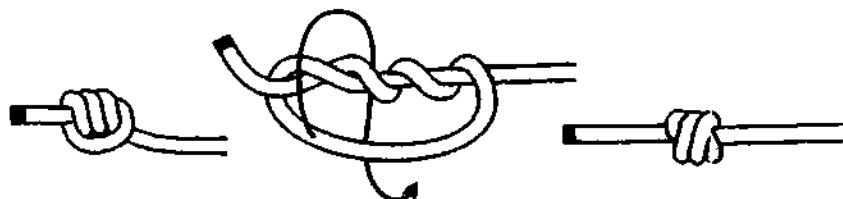
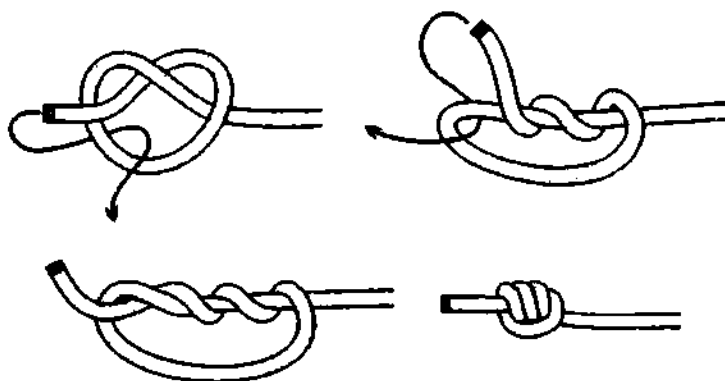

Рис. 77. Превращение одного вида **кровавого узла** в другой.
Рис. 80. 1-й способ вязки *коровавого узла*.
Форма **кровавого узла** бывает двух видов (рис. 76 А). Вяжутся они разными способами (рис. 80, 81). С виду узлы, завязанные 1-м и 2-м способами, совершенно не похожи друг на друга и воспринимаются как совершенно разные узлы, но на самом деле это один и тот же узел. Чтобы убедиться в этом, достаточно расправить, к примеру, **тройной простой узел**, завязанный 1-м способом (рис. 77). В итоге получится **тройной простой узел**, завязанный 2-м способом. Узел деформируется, но его деформация на крепость никак не влияет. **Кровавый узел**, завязанный по-разному, различно выглядит и на опоре, на которой имеет разные свойства и названия. Если мы «оденем» на опору **двойной простой узел**, завязанный 1-м способом, то получится **гафельный узел**, если же завязанный 2-м способом – **питонов узел** (рис. 76 Б).
**1-й способ вязки кровавого узла.** Ходовой конец каждый раз пропускается вовнутрь петли (рис. 80). После завязывания узла, все шлага сдвигаются к краю петли, обтягиваются и узел выравнивается.